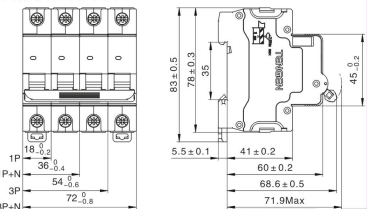

图2 外形及安装尺寸图
- (1) 正常的工作条件
- (2) 正常的安装条件(外形及安装尺寸见附图2)